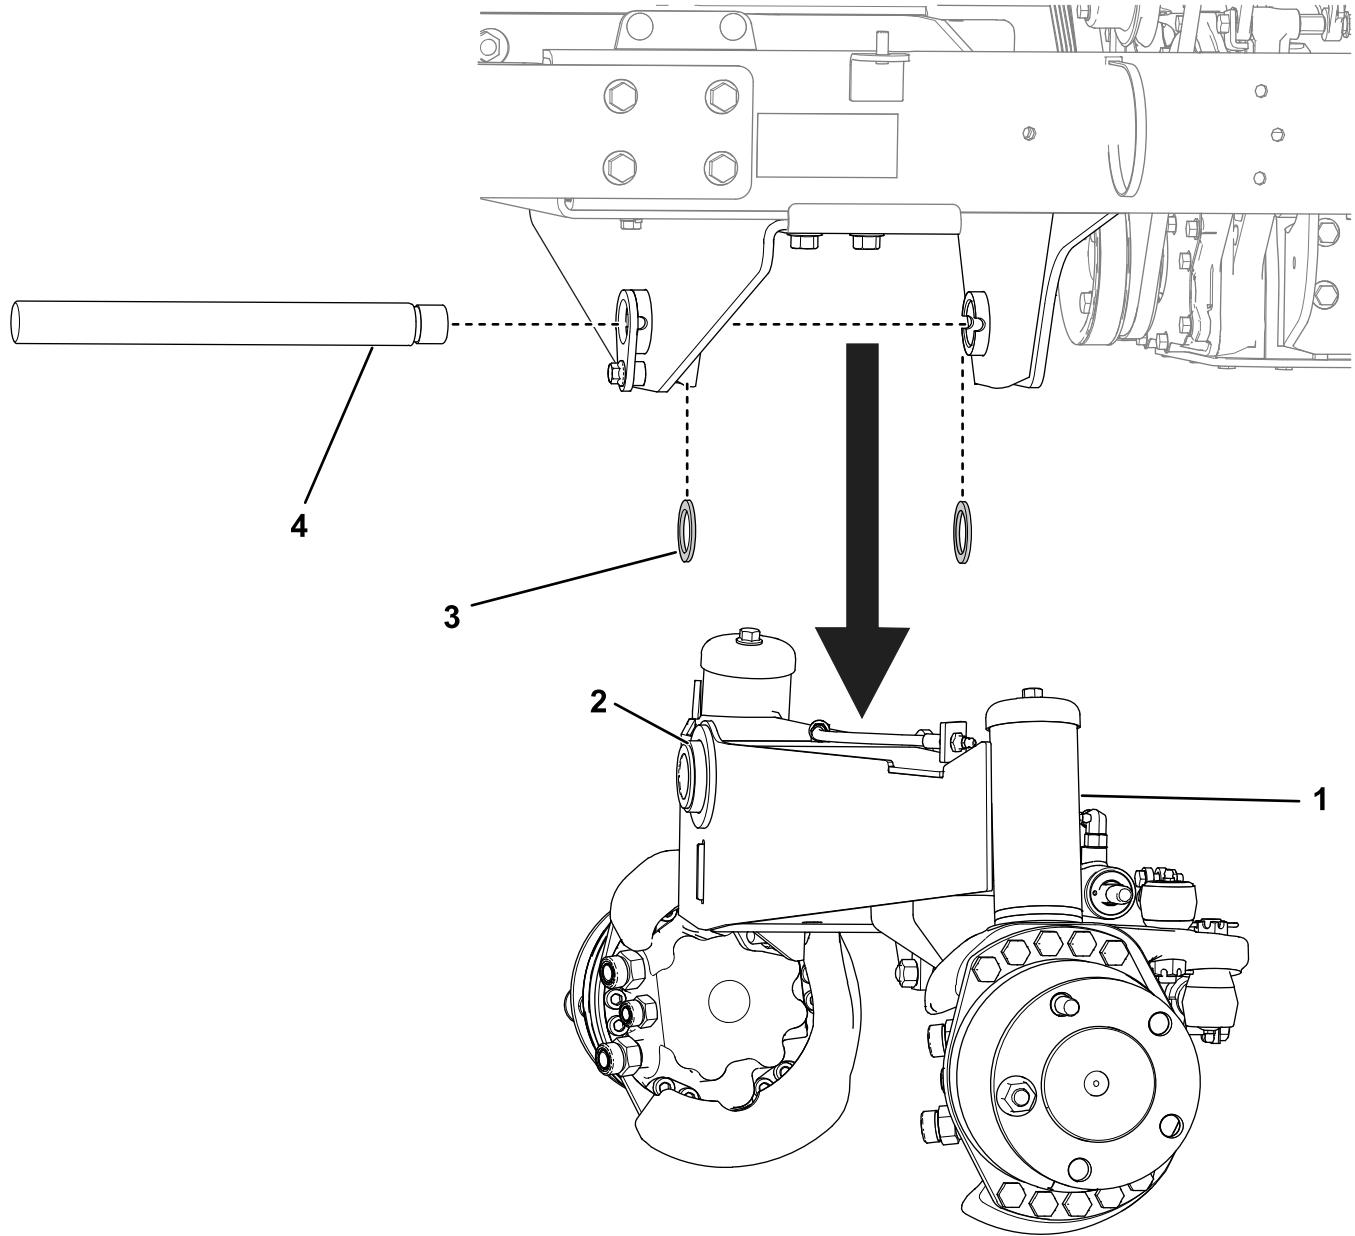

Figura 7
3. Tire del eje de giro del bastidor y del eje trasero. Baje con cuidado todo el conjunto del eje trasero y retírelo de debajo de la máquina. Localice y recupere las 2 arandelas de empuje entre el bastidor de la máquina y el eje trasero (Figura 7).